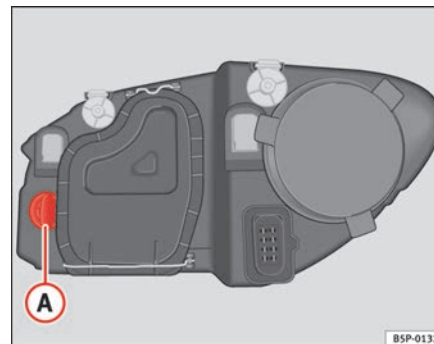

Abb. 163 Glühlampe für Blinker
- Die Fassung ⇒ Abb. 163 Ⓐ nach links drehen und ziehen.